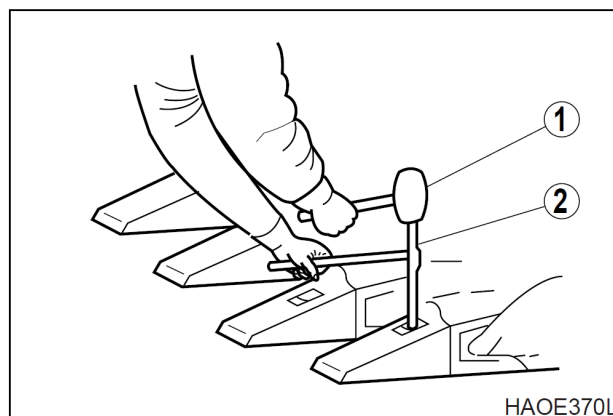

Рис. 5
2. Чтобы заменить зуб используйте молоток (1, рис. 5) и зубило (2) чтобы сдвинуть сборку стопорного штифта с зуба и держателя зуба.